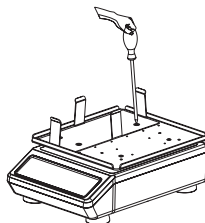

figura 3
2. Dividere il portaprovette fisso e il supporto (88882117, 88882118, 88882119), posizionare il supporto sul vassoio e fissarlo con le 4 viti svasate (figura 3).